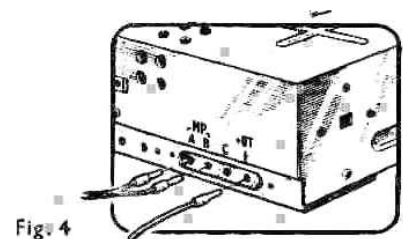

Fig. 4
- Branchez les broches mâles du câble haut-parleur dans les prises A et B placées sur la paroi arrière du support (fig. 4).
- Branchez le câble d'alimentation : insérez en premier lieu la broche mâle dans la prise + BAT située sur la paroi arrière du support (fig. 4), et en second lieu raccordez l'autre extrémité à une borne positive de l'installation électrique du véhicule réunie directement à la batterie.